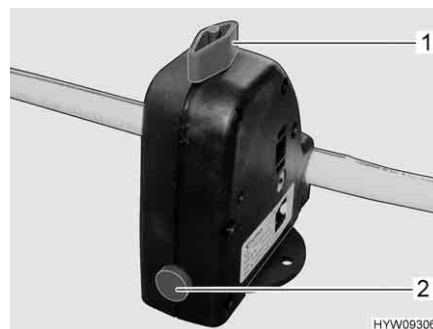

Fig. 120 Valvola di sicurezza/di scarico (boiler)
- Se il boiler è dotato di una valvola di sicurezza/di scarico, chiudere la valvola di sicurezza/di scarico. A tal fine ruotare la manopola (Fig. 120,1) verticalmente rispetto alla valvola di sicurezza/di scarico e premere il bottone automatico (Fig. 120,2).